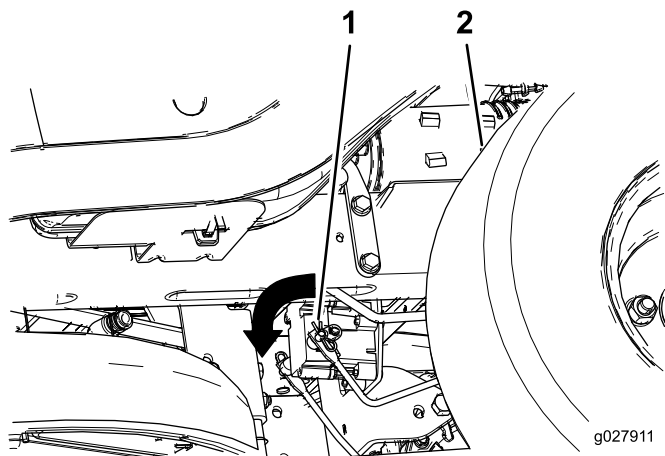

Figura 41
2. Localize os veios onde os braços de articulação do travão estão ligados em ambos os lados do travão elétrico (Figura 41).